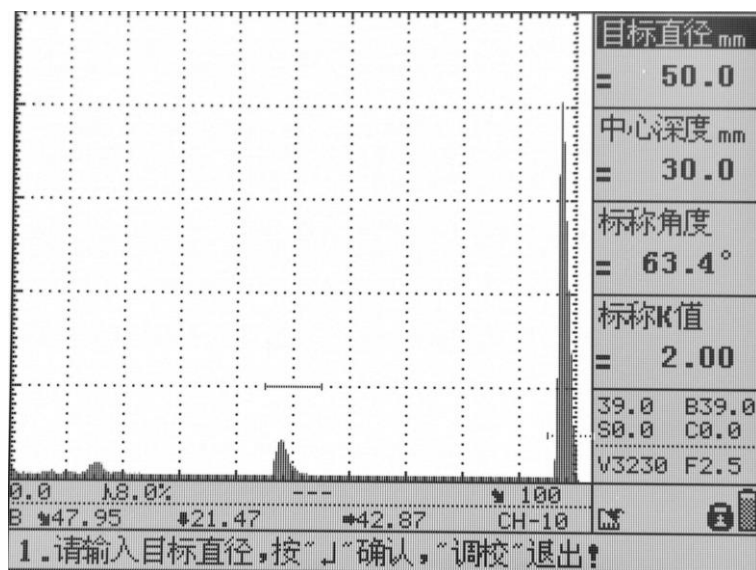

图 3.8
(1)按照例 2 的操作完成仪器声速、零偏校准后，选择“角度”主菜单，选择“自动校准”子菜单，按“确认”键，开始角度自动校准。如图 3.8 所示;